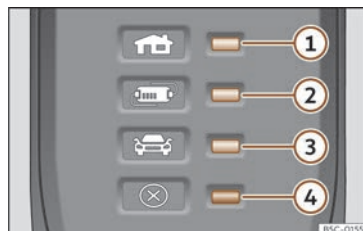

Fig. 69 Sur le câble de charge pour prises de courant : Témoins de contrôle sur le dispositif de protection.
>>> **fig. 69:**
>>> **fig. 69** fait que le connecteur de charge demeure sans courant tant que la prise de charge du véhicule n'est pas branchée.
Un ou plusieurs des témoins de contrôle >>> **fig. 69** ①, ② ou ③ s'allument en vert.
Indication >>> fig. 69	Signification
①, ④ clignotent	Le connecteur pour l'habitation a beaucoup chauffé.
②, ④ clignotent	Le dispositif de protection a beaucoup chauffé.
Si l'opération de charge continue avec un courant inférieur, le témoin d'alerte >>> **fig. 69** ④ clignote en rouge en plus de l'indicateur de fonctionnement.
- Si une déconnexion ou une réduction du courant de charge se produit à nouveau et que l'exposition à une source de chaleur externe ne semble pas en être la cause, notez que le témoin de contrôle vert clignote >>> **fig. 69**. Pour vérifier le câble de charge, adressez-vous à un concessionnaire spécialisé CUPRA ou à tout concessionnaire du réseau SEAT. Pour la vérification de la connexion de l'infrastructure, adressez-vous à un établissement spécialisé en installations électriques.
Si le témoin d'alerte ④ rouge clignote ou s'allume sans qu'un des témoins de contrôle >>> fig. 69 ①, ② ou ③ de l'indicateur de fonctionnement soit allumé en permanence, il y a une panne.